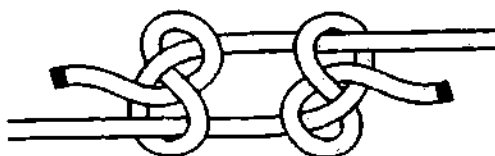

Рис. 792. *Рыбацкий узел восьмёрками.*
*Рыбацкий узел восьмёрками* развязывается легче *рыбацкого узла*, состоящего из *простых узлов* (рис. 792). Во время вязки узла надо обращать внимание, чтобы коренной и ходовой концы выходили из калышки *восьмёрки* вместе и были параллельны друг другу.